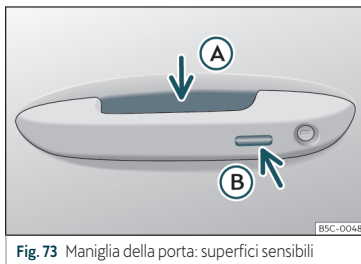

Fig. 73 Maniglia della porta: superfici sensibili
» fig. 73
- Impugnare la maniglia di una delle porte anteriori. Facendolo si tocca la superficie sensibile»» **fig. 73 A** (freccia) della maniglia e si sblocca il veicolo.
- Toccare *una volta* la superficie sensibile di blocco»» **fig. 73 B** (freccia) della maniglia di una delle porte anteriori. La porta della maniglia azionata dovrà essere chiusa.
- Toccare *una volta* la superficie sensibile»» **fig. 73 B** (freccia) della maniglia di una
- Toccare *due volte* la superficie sensibile »» **fig. 73**  (freccia) della maniglia di una delle porte anteriori per bloccare il veicolo senza attivare il sistema di sicurezza "Safe" »» pag. 102.
- Premere il pulsante di chiusura  del telecomando e, entro i 5 secondi successivi, toccare una volta la superficie sensibile di blocco della maniglia della porta del conducente »» **fig. 73** . Non afferrare la maniglia della porta, altrimenti il veicolo non si bloccherà. È inoltre possibile effettuare la disattivazione se il veicolo viene bloccato tramite la serratura della porta anteriore lato guida.
Per **chiudere con la funzione comfort** tutti i finestrini elettrici e il tettuccio di vetro, mantenere un dito per alcuni secondi sulla superficie sensibile di blocco»» **fig. 73 B** (freccia) della maniglia della porta finché non si saranno chiusi i finestrini e il tettuccio.
Le superfici sensibili delle maniglie delle porte potrebbero essere attivate da un getto d'acqua o vapore a forte pressione nel caso in cui vicino al veicolo vi sia una chiave valida. Se almeno uno dei finestrini dotati di alzacristalli elettrico è aperto e si attiva in modo permanente la superficie sensibile »» **fig. 73 B** (freccia) di una delle maniglie, si chiuderanno tutti i finestrini.
- **OPPURE:** toccare *due volte* la superficie sensibile situata sulla parte esterna della maniglia della porta»» **fig. 73** .